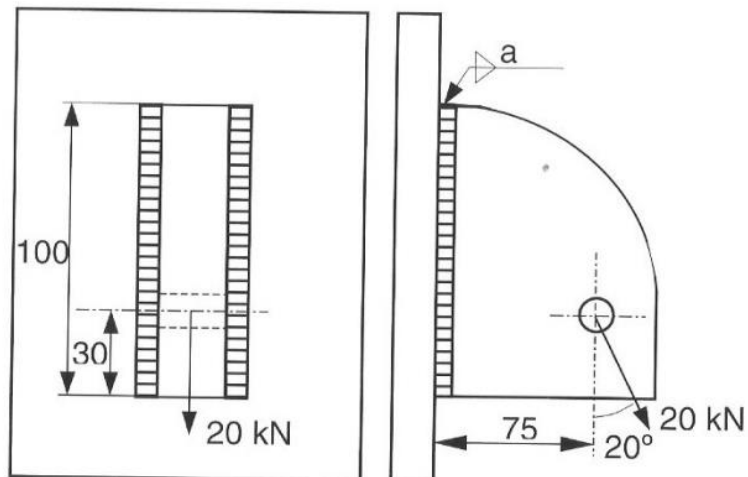

Figura 1.9
1.2.8 Sabendo que o olhal da Figura 1.9 está soldado a um pilar através de dois cordões de soldadura verticais e submetido à força de 20 kN, verifique se é admissível uma espessura do cordão de soldadura com 3 mm, usando o Eurocódigo 3. O material da soldadura tem uma tensão de cedência de 300 MPa